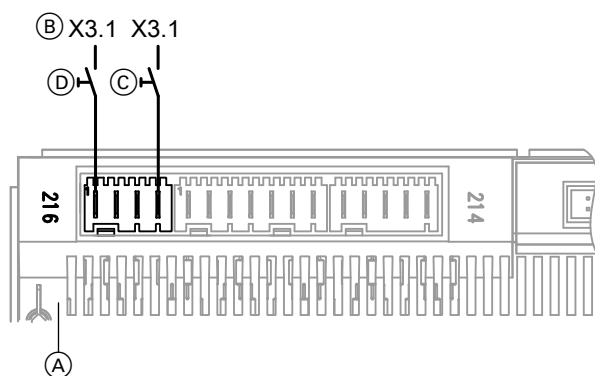

Abb. 42
- An der Wärmepumpenregelung gemäß Abb. 42